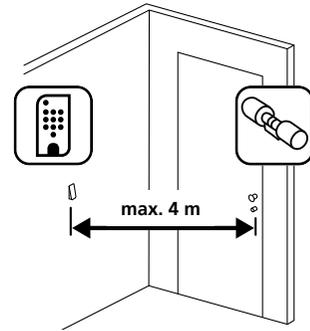

Fig. 1
- 1 Maintenez le clavier à l'emplacement de montage souhaité (Fig. 1).
- 1 Percez trois trous selon les dimensions indiquées sur l'illustration. Utilisez un foret de diamètre 6 mm (Fig. 1).